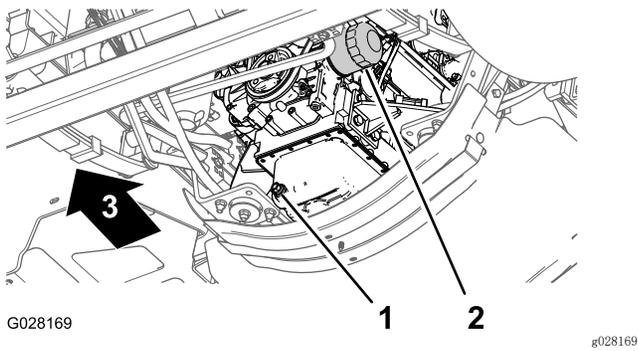

图71
3. 在机油滤清器下放一个放油盘（图71）。
4. 拆下旧机油滤芯（图71）。
8. 将机油滤清器安装到滤清器安装座上，顺时针旋转机油滤清器，直至橡胶垫片接触到滤清器安装座，然后再将滤清器拧紧  $\frac{1}{2}$  圈（图71）。
1. 对齐排放塞下的排放盘（图71）。
2. 拔掉排油塞（图71），让机油完全排出。